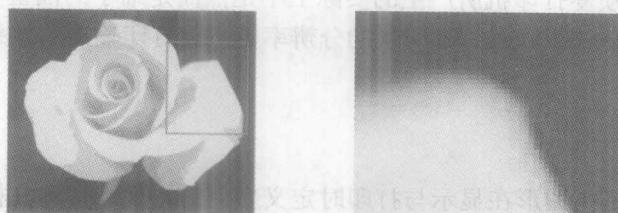

图 1-1 位图与局部放大后的位图
(1) 位图图像（也称为点阵图像），技术上称之为“栅格图像”，是由排列成网格的一个个小正方形构成的，这些小方形称为像素，每个像素都有自己特定的位置和颜色值。这些像素以正确的分辨率查看时，便拼合在一起显示一张完整的图像。如图 1-1 所示为位图，放大后可以看到图像边缘的锯齿。